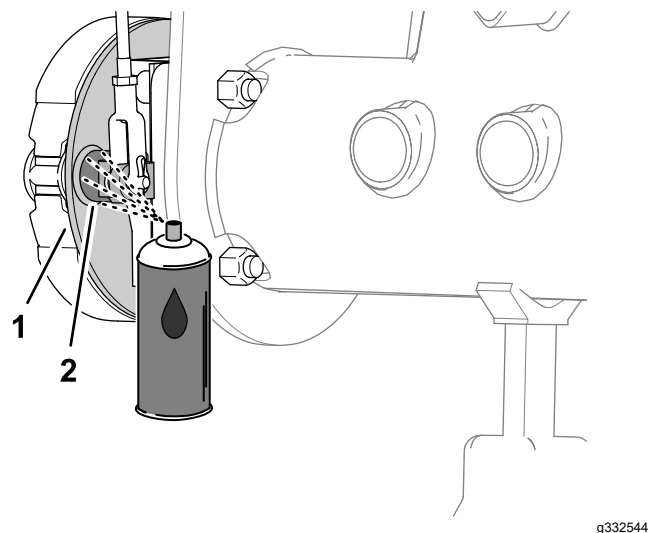
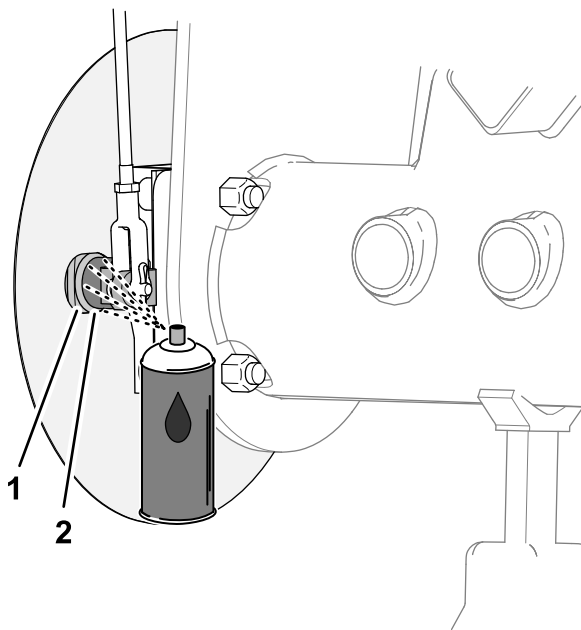

図 68
図 69
1. ブレーキのバックングプレートの機体中心側グラスシールド非装着車の場合または、ホイールシールドの機体中心側グラスシールド装着車の場合に、ブレーキのカムシャフトとバックングプレートとの間に浸潤性のオイルをスプレーする 図 68 または 図 69。